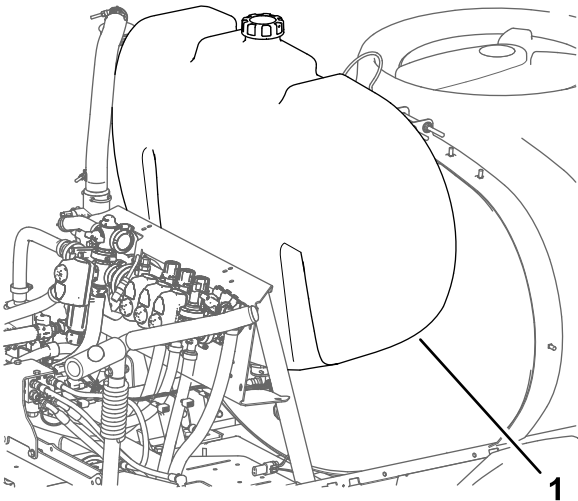

Figura 13
- Monte el depósito de enjuague en la máquina según se muestra en Figura 13.